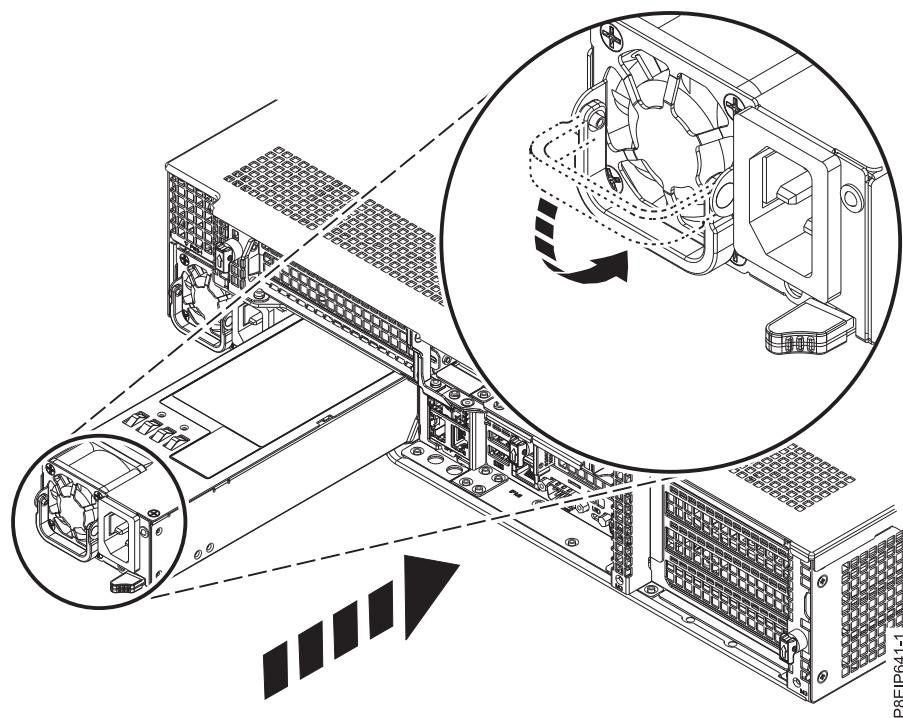

図 81. システムの電源装置の取り替え
2. 電源装置をベイに位置合わせします (図 81 を参照)。ファンが左側にあり、プラグが右側にあるようにします。ラッチが所定の位置にロックされるまで、電源装置をシステム内に押し込みます。